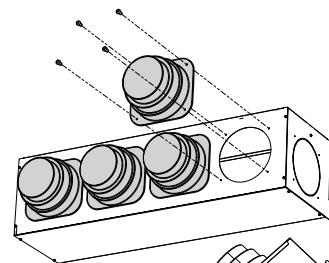

Fig. 1
- Fije las bridas en la cámara de sobrepresión PM_V con los tornillos autorroscantes suministrados (fig. 1).